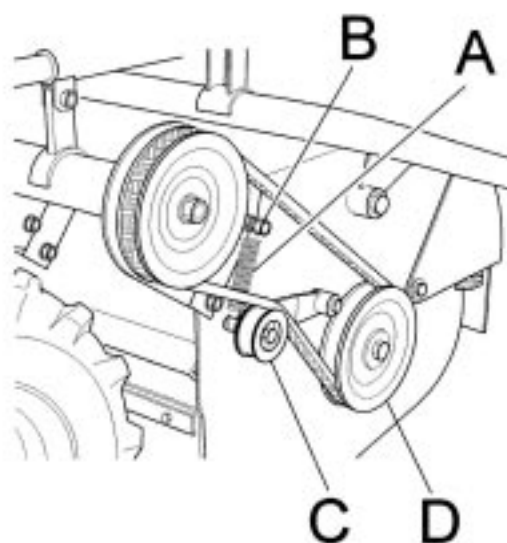

Fig. 10
- Séparer le ressort (Fig. 10, réf. A) de la vis de fixation supérieure (fig. 10 réf.B), de façon que le tendeur (Fig. 10, réf. C) soit libre et s'abaisse automatiquement.
- Enlever la courroie en faisant tourner manuellement la poulie inférieure (réf. D, fig. 10) dans le sens contraire des aiguilles d'une montre.